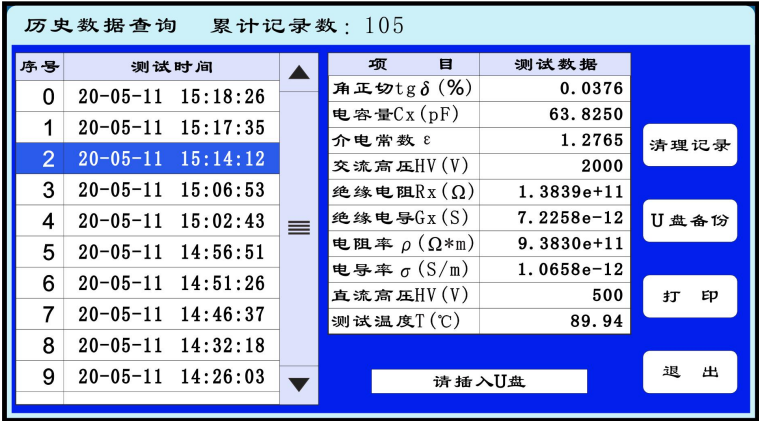

图 6-3 数据查询
- 1、从主菜单界面按下“数据查询”菜单进入“图 6-3”；